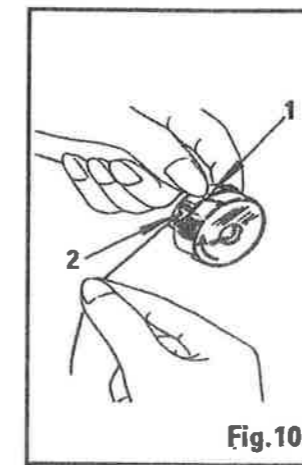
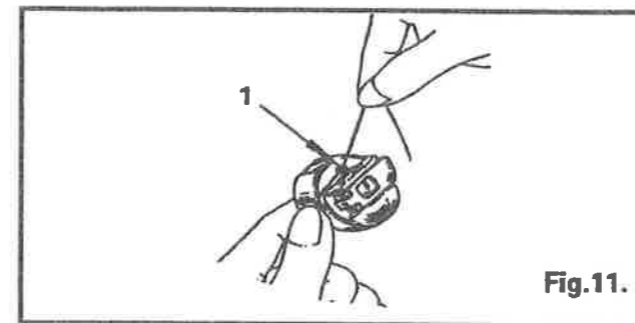

Fig.10.
Fig.11.
3. Ziehen Sie den Faden aus dem Schlitz (2) am Ende der Feder (1) (Fig. 10) und führen Sie ihn durch die Fadenführung (1) der Spulenkapsel (Fig. 11). Lassen Sie etwa 10 cm Faden überstehen.
HINWEIS: Beim Geradstichnähen können bessere Ergebnisse erzielt werden, wenn der Spulenfaden nicht durch die Fadenführung (1) der Spulenkapsel aus Fig. 11 gefädelt ist.
3. Draw thread out from slot(2) on end of spring (1), Fig.10 and pass it through bobbin case thread guide (1), Fig.11. Allow about 4 inches of thread to hang freely from bobbin.
NOTE: When straight stitching, a better result can be obtained if bobbin thread is not threaded through bobbin case thread guide (1), Fig.11.
- 3- Tirer le fil de l'encoche (2) jusqu'à la fin du ressort (1) - fig.10 - et faire passer le fil dans le crochet du boîtier à canette (1) - fig.11 - Laisser pendre de la canette environ 8 à 10cm de fil.
NB: lorsque vous réalisez le point droit, vous pouvez obtenir un plus joli point si le fil de la canette n'est pas passé dans le crochet (1) du boîtier - fig.11 -
3. Ponga el hilo fuera de la ranura (2) en el extremo del resorte (1), (Fig. 10) y pásela a través de la gula del hilo de la caja bobina (1), Fig. 11. Permita que más o menos 4 pulgadas de hilo queden fuera de la bobina.
NOTA: Al hacer costura recta, se obtendrá un mejor resultado si el hilo de la bobina no es devanado a través de la gula del hilo de la caja bobina (1), Fig. 11.
3. Tirate il filo fuori dall'alloggiamento (2) sulla parte finale della molla (1), (Fig.10) e fatelo passare attraverso il guidafile della scatola bobina (1), (Fig.11). Lasciate circa 4 pollici di filo pendenti liberamente dalla bobina.
NOTA: Quando si fanno cuciture diritte si ottiene un risultato migliore se il filo non é infilato nel guidafile della scatola bobina (1), Fig.11.
3. Tire a linha do orifício (2) da extremidade da mola (1), (Fig. 10) e passe-a através da guia da linha da caixa da bobina (1), Fig. 11. Deixe cerca de 10 cms de linha pendurada livremente da bobina.
NOTA: Quando estiver a fazer ponto a direito, pode obter melhores resultados se não enfiar a linha através da guia da linha da caixa da bobina (1), Fig. 11.